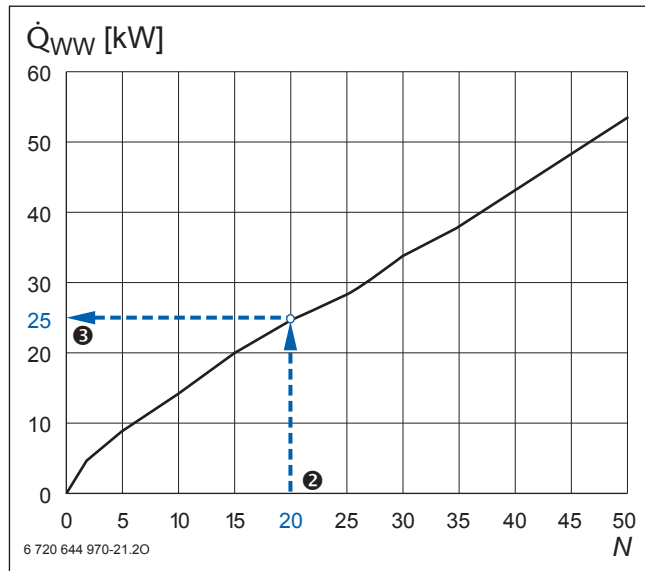

Bild 23 Kesselzuschlag für die Warmwasserbereitung nach der Bedarfskennzahl  $N$ ; Beispiel blau hervorgehoben
3. Die Kesselleistung  $\dot{Q}_K$  muss mindestens so groß sein wie die Summe aus dem Wärmebedarf des Gebäudes  $\dot{Q}_{N, \text{Geb}}$  und einem Kesselzuschlag  $\dot{Q}_{WW}$  für die Warmwasserbereitung. Als Schätzwert wird die Größe der Bedarfskennzahl  $N$  als Kesselzuschlag (in kW) angenommen. Ein Berechnungswert für die Höhe des Kesselzuschlags  $\dot{Q}_{WW}$  ergibt sich aus Bild 23.
#### Ablesen (→ Bild 23)
Im Bereich 20 ... 30 Wohnungen überwiegt der Leistungsbedarf für den Speicher, der Heizkessel ist also größer auszulegen. Ob die Vergrößerung ausreicht, ist aus Bild 23 abzulesen.
- Differenz bilden und diese mit Bild 23 vergleichen.